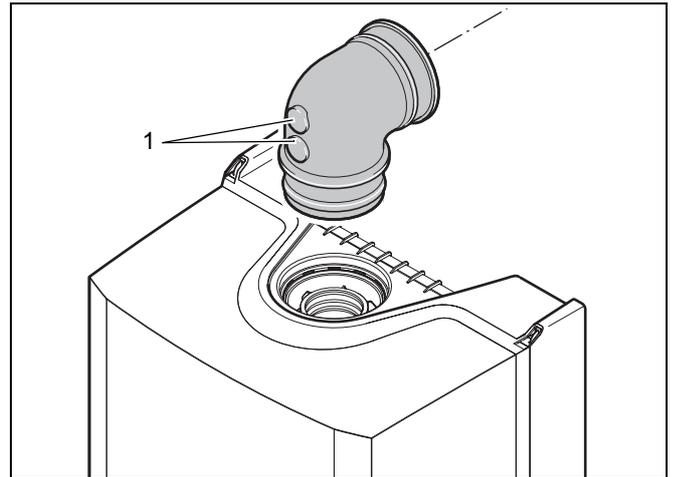

Fig. 7 Points de mesure sur le coude des fumées
- Monter le coude sur l'adaptateur des fumées (fig. 7).